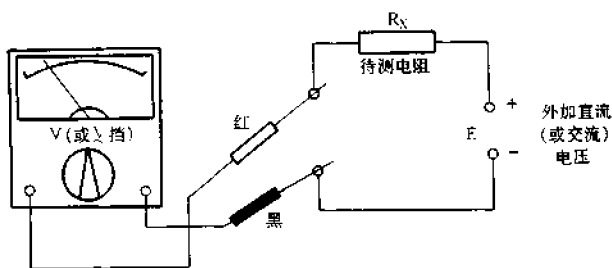

图 4-6 外接电源测量大值电阻
(3) 外加电源测量法。测量具体接线如图4-6所示。E为交流时可用220V市电,这时用 $R_x = m\beta[(220/U) - 1]$ 算出待测电阻 $R_x$ 。式中, $m$ 为万用表所用电压挡量程, $\beta$ 为该挡灵敏度, $U$ 为万用表测得的值,如E不是220V,则用实际值代替“220”。例如,用MF500型万用表AC500V挡( $\beta = 20kΩ/V$ , $m = 500V$ )实测某大值电阻 $R_x$ ,得到 $U = 25V$ ,则 $R_x = 500 \times 20 \times 10^3 [(220/25) - 1] = 78(MΩ)$ 。如果E用直流电源,则万用表要用直流电压挡,且公式中的“220”